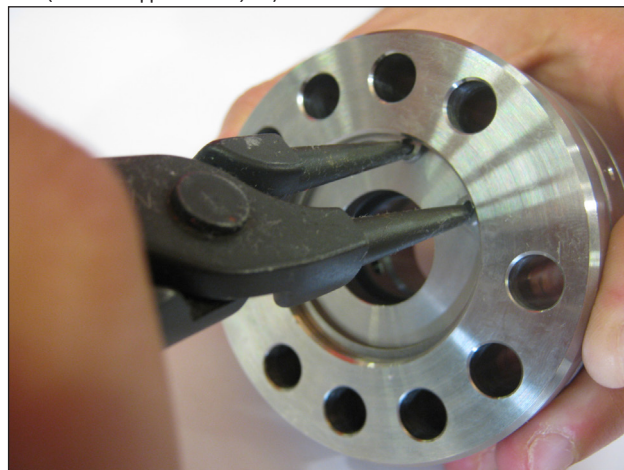
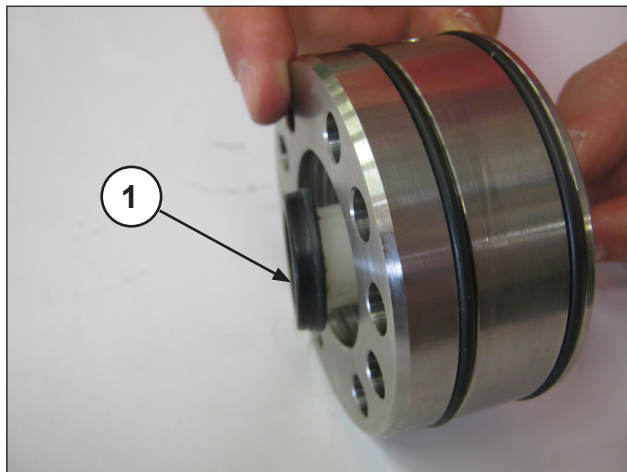

Рис. 126
Рис. 127
- Снимите стопорное кольцо и кольцо, удерживающее уплотнения, как показано на Рис. 126, специальным пластмассовым штифтом выньте уплотнение для НД (низкого давления) ①, как показано на Рис. 127.